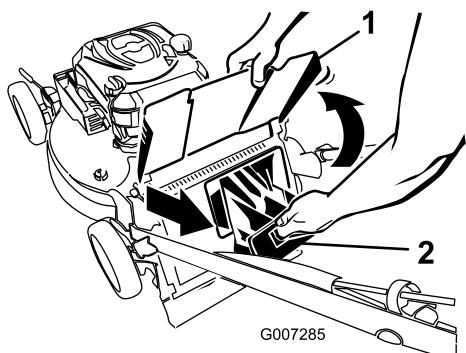

Figure 20
- Soulevez le déflecteur d'éjection et gardez-le dans cette position (Figure 20).
- Retirez l'obturateur d'éjection arrière (Figure 20).